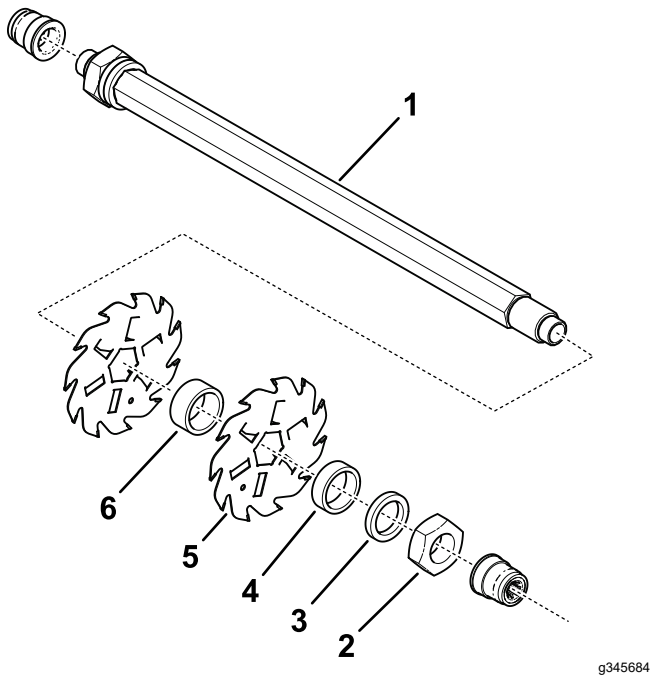
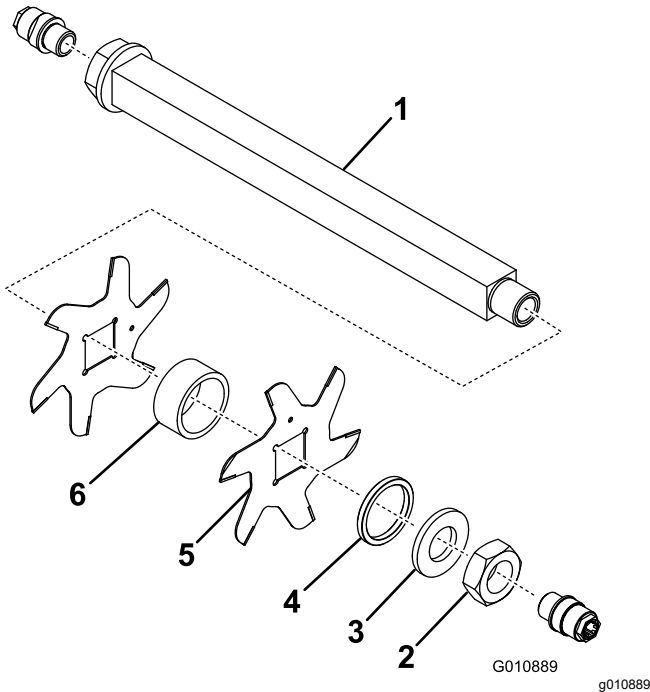

图 14
图 15
- 3. 依次取下小隔片、垫圈仅限 03619 型号、刀片以及大隔片。清洁六角或方形轴然后涂抹上一薄层润滑脂进行润滑使组装更加容易 图 15 或 图 14。